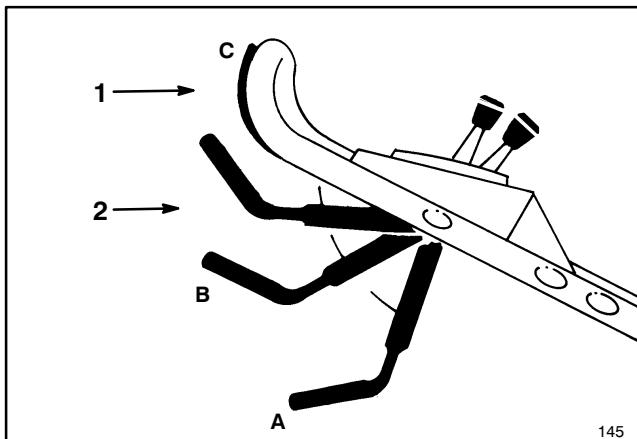

Abbildung 11
- 7. MESSER- UND FAHRBETRIEB (Abb. 11) —** Zum Einschalten des Messers den Antriebshebel nach unten in Position "A" und anschließend nach oben in Position "B" bringen. Für Fahrbetrieb den Antriebshebel nach oben gegen Gestängegriff "C" drücken. Vorsichtiges Loslassen des Antriebshebels bis zur mittleren Position kuppelt den Fahrantrieb aus, das Messer bleibt jedoch eingeschaltet. Durch einfaches Drücken des Antriebshebels gegen den Gestängegriff, d.h. ohne vorherige Abwärtsbewegung zum Einschalten des Messers, kann der Mäher mit ausgeschaltetem Messer gefahren werden.
8. STOPPEN (Abb. 11) — Zum Stoppen des Fahrbetriebs und Messer den Antriebshebel loslassen. Bei Selbstantriebsmodellen den Geschwindigkeithebel auf "N" stellen. Zum Stoppen des Motors den Gashebel auf OFF (AUS) stellen. Draht von Zündkerze ziehen, wenn der Mäher unbeaufsichtigt oder nicht in Gebrauch ist.